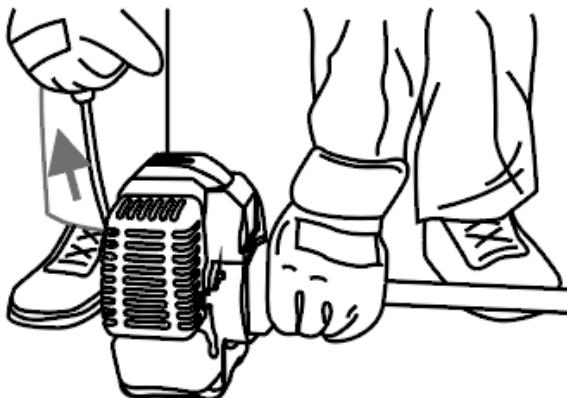

Рисунок 9. Схема розташування мотокоси під час запуску.
2. Відкрутити кришку-щуп (24, рис. 1), перевірити рівень мастила, як зображенено на рис. 9. За необхідності долити необхідний об'єм мастила (об'єм картера 500 мл).
6. Утримувати мотокосу під час запуску двигуна, притиснувши її «штангу» до поверхні землі (рис. 9).